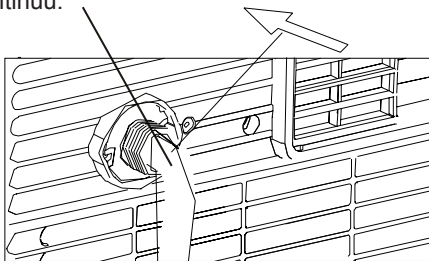

Fig.22
- Atunci cand tava inferioara de colectare a apei este plina, unitatea va emite de 8 ori un semnal sonor iar panoul va afisa mesajul "P1". In acel moment procesul de conditionare sau dehumidificare a aerului se va opri. Motorul ventilatorului va continua sa functioneze (un fenomen normal). Mutati cu grija aparatul intr-o zona unde se poate face scurgerea si scoateti dopul inferior, lasand ca apa sa se scurga (fig.22). Dupa scurgere, montati la loc dopul si reporniti aparatul pana cand mesajul P1 va disparea. In caz ca eroarea persista, contactati departamentul de service.